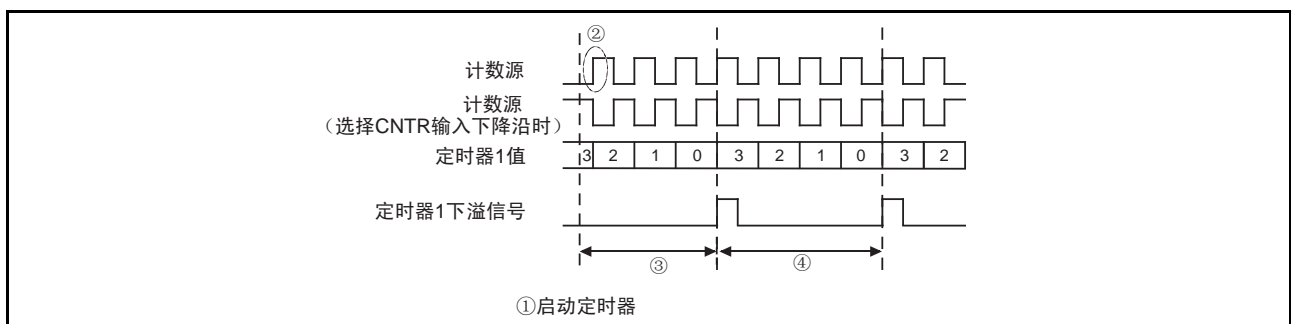

图 35 定时器的计数开始时序和开始运行时的计数时间 1
预分频器、定时器 1 在开始运行（图 35①）后，从计数源最初的上升（图 35②）开始计数。
根据定时器和计数源的开始运行时序，开始计数后到最初下溢为止，其期间（图 35③）比以后的下溢间的期间短（图 35④）（最大为计数源的一个周期）。